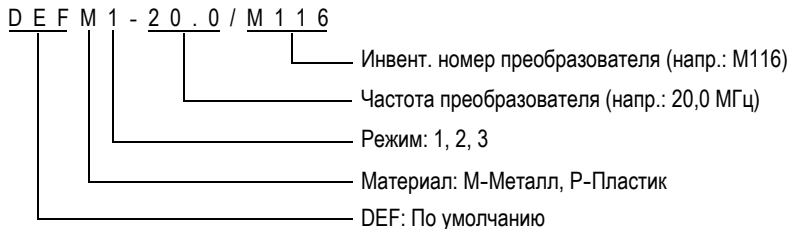

Рис. 5-3 Выбор настройки для одноэлементного преобразователя
- c) В окне **ПО УМОЛЧ.** для используемого типа преобразователя (см. Рис. 5-3 на стр. 73) в списке доступных настроек по умолчанию выберите настройку для используемого преобразователя.